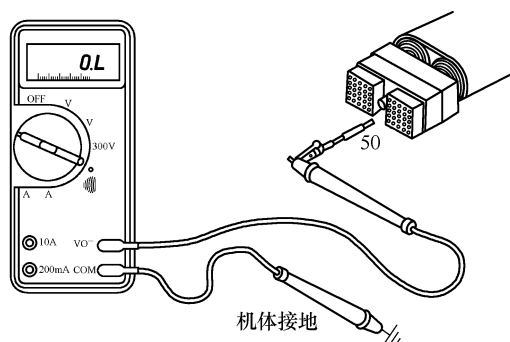

图 4-36 测量触针 50 与接地间的电阻
② 测量触针 50 与接地间的电阻，如图 4-36 所示，应大于 $100k\Omega$ 。若不合格，存在短路，应维修或更换传感器线束。